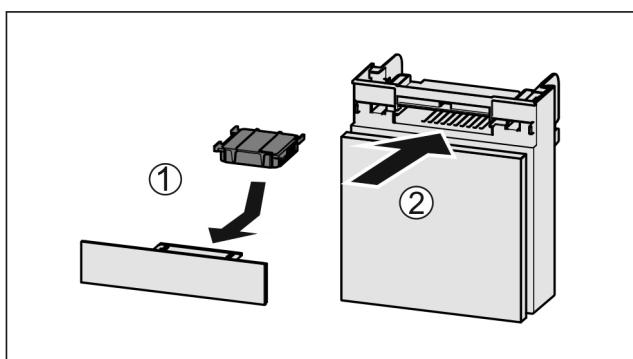

Fig. 77
- Вставити фільтр з активованого вугілля за малюнком Fig. 77 (1).
- Вставити відділення Fig. 77 (2).